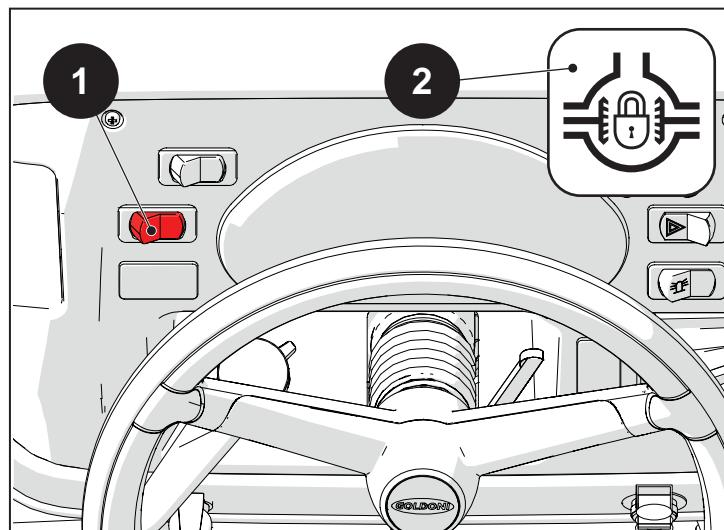

Fig. 5.23
Pour réactiver le blocage du différentiel, appuyer de nouveau sur le bouton-poussoir (1) indiqué sur la Fig. 5.23.